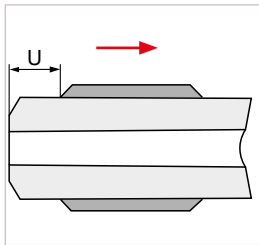

Abbildung 2
- Schrauben Sie den Druckring auf das Rohr (*Abbildung 2*). Entnehmen Sie das einzustellende Maß "U" aus der Tabelle in *Kapitel 10.3 auf Seite 47.*